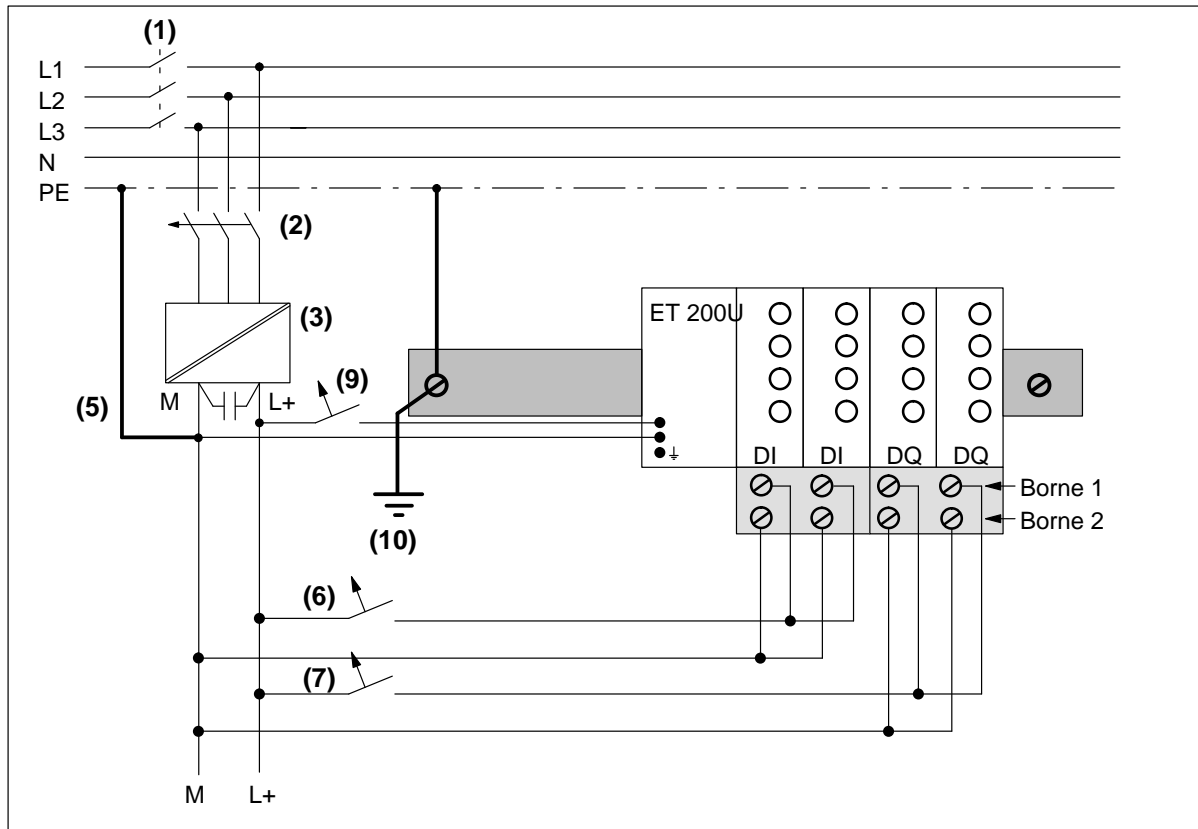

Fig. 3-19 Configuration avec mise à la terre et alimentation 24 V- pour le coupleur ET 200U, capteurs et actionneurs (séparation électrique sûre selon VDE 0160)
Prévoir à la borne M de l'alimentation externe ou au transformateur de séparation une liaison (5) secondaire amovible vers le conducteur de protection (cf. Fig. 3-19).